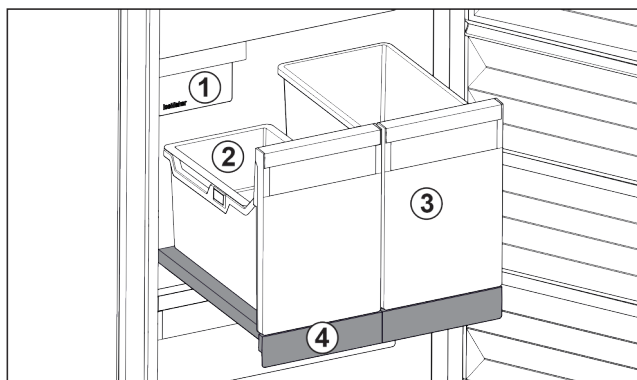

Fig. 79 Wysuwana półka z IceTower
- (1) IceMaker (3) Pojemnik, np. na pizzę, napoje alkoholowe
(2) Półka zawieszana na kostki lodu (4) Wysuwana półka
Na wysuwanej półce znajdują się dwa wysokie pojemniki (IceTower). W pojemniku Fig. 79 (2) zbierane i przechowywane są kostki lodu z IceMaker. Pojemnik Fig. 79 (3) nadaje się do przechowywania wysokich artykułów spożywczych, takich jak pizza i napoje alkoholowe.